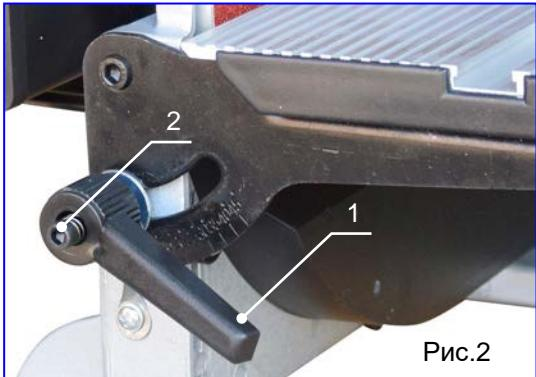

Рис.2
2. Вставьте карандаш в монтажные отверстия (поз.1, рис.2) в основании станка и отметьте места для отверстий на верстаке.
Установите с двух сторон рабочего стола две рукоятки (поз.1, рис.2) и зафиксируйте их положение при помощи винтов (поз.2, рис.2). **Внимание: рукоятки подпружинены.**
1. Ослабьте две рукоятки-фиксаторы (поз.1, рис.2) и переместите рабочий стол в положение 0 градусов. Затяните рукоятки-фиксаторы и поместите угольник рядом с рабочим столом и шлифовальным диском. Угольник должен опираться на рабочий стол и шлифовальный диск.